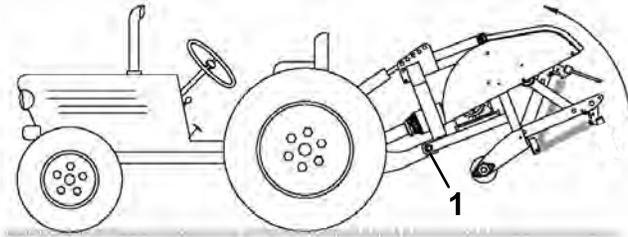

図 20
**注** エアレータを高く持ち上げすぎないように、トラクタの昇降アームは、昇降ブラケットがある場合にはその一番上の穴に接続してください（図 20）。PTO シャフトの最大角度は 35° です。